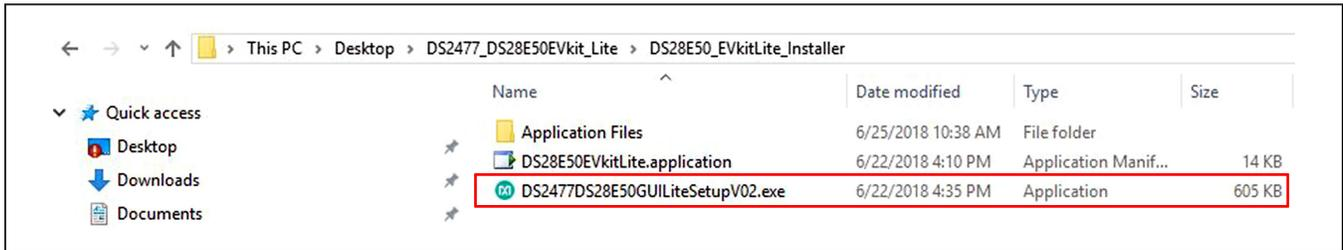

Figure 5. DS28E50/DS2477 EV Kit Installer File
- 5) Go back to the **DS28E50EVkit Lite** folder and open the **DS28E50\_EVkitLite\_Installer** folder and run **DS2477DS28E50GUILiteSetupV02.exe** (Figure 5).